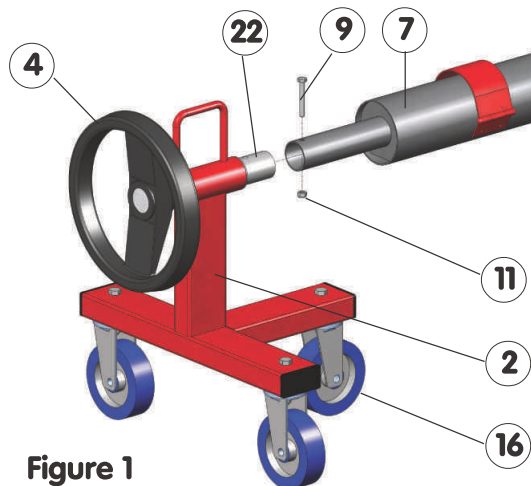

Figure 1
- 1 - Enfiler chaque extrémité du tube enrouleur (7) sur l'arbre décollé (22) des montants (2) & (3). La 3^{ème} roue (16) des montants (2) & (3) doit être dirigée vers l'intérieur (voir Fig. 1 & 2).
- 2 - Fixer l'ensemble à l'aide de la visserie (9) et (11) (voir Fig. 1 & 2).